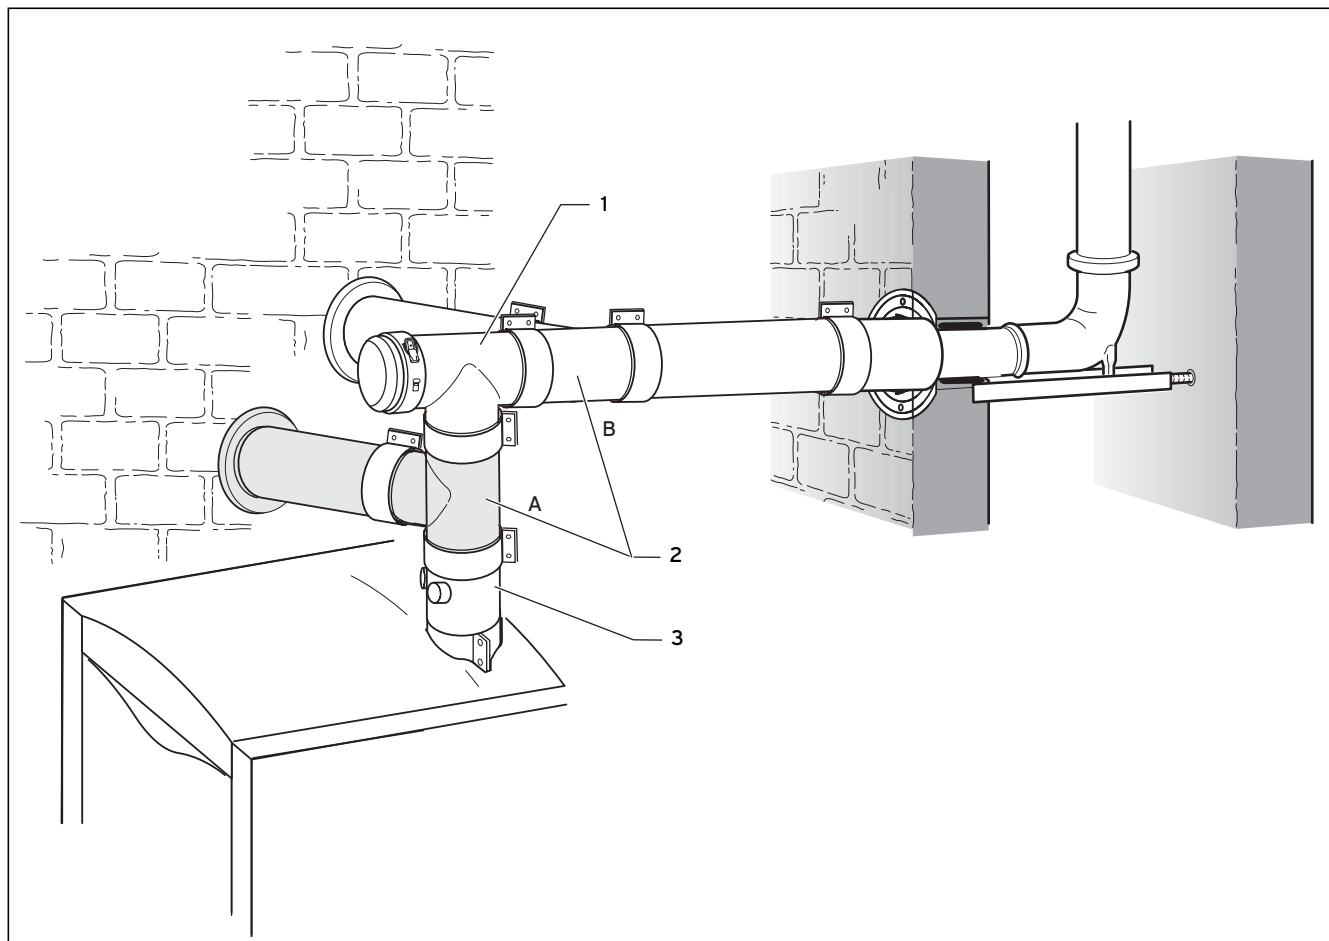

Abb. 4.24 Anschlussmöglichkeiten für getrennte Luftzuführung
Das Zuluftanschluss-T-Stück (4) kann auch zwischen Geräteanschlussstück (2) und Revisions-T-Stück (3) eingesetzt werden (siehe Abb. 4.24)